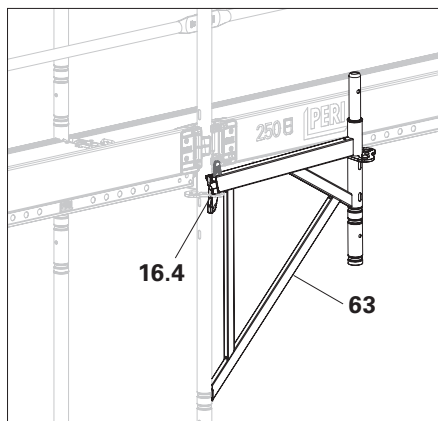

Bild A6.04
1. Häng in konsol ECM 67 (63) eller ECM 100 i $\frac{3}{4}$ -rosett (16.4) från Easy-ram EVF eller toppram EVH parallellt till ställningen. (Bild A6.04)